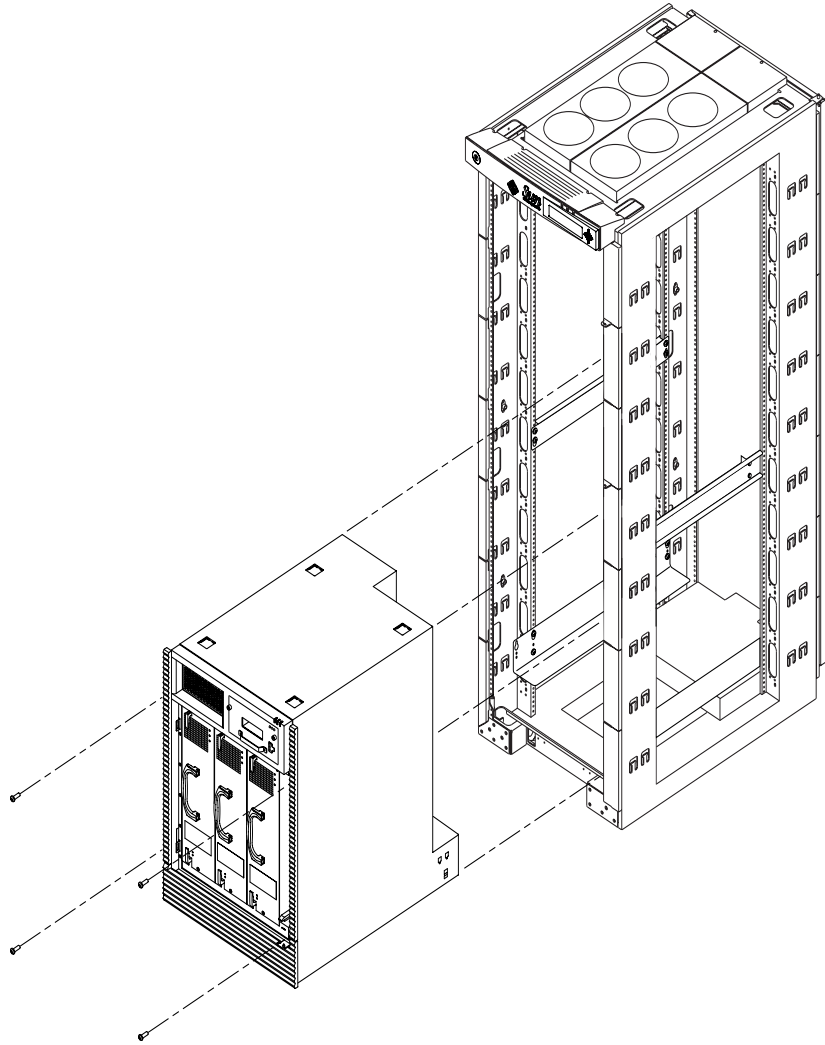

FIGURE 3-2 Montage du système Sun Fire E4900 dans une armoire Sun Fire
2. **Insérez le système par l'avant en le faisant glisser sur les rails de montage inférieurs dans l'armoire (FIGURE 3-2).**